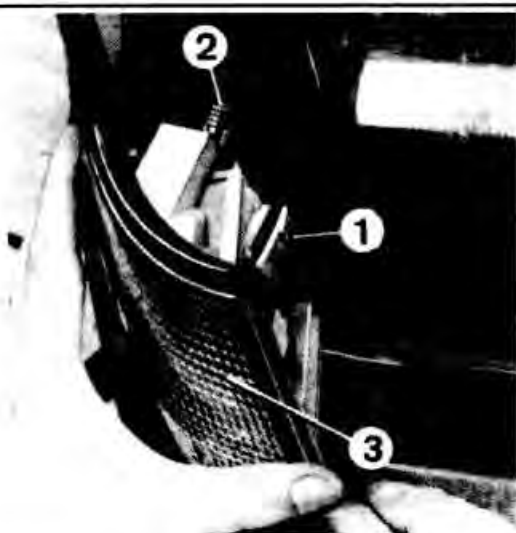

Рис. 1-35. Замена лампы передних указателей поворота: А — снятие корпуса указателя поворота; Б — снятие держателя лампы
- Сжать лапки крепления держателя лампы и вынуть держатель с лампой (рис. 1-35).